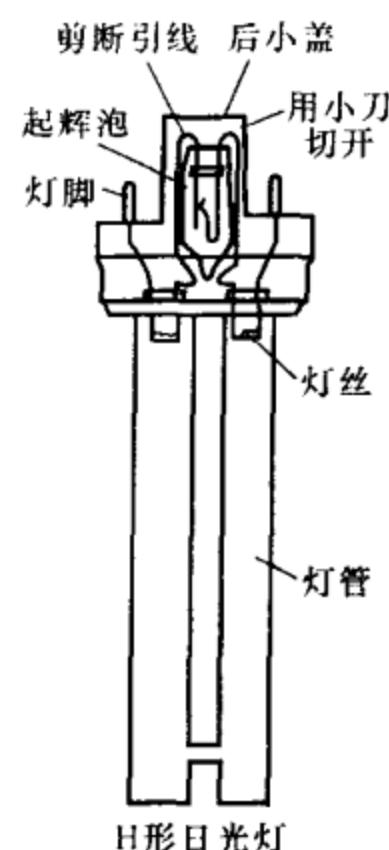

图 2-55 H 形日光灯示意图
(1) 如图 2-55 所示，在“用小刀切开”处的四周用小刀刻出刀痕，然后切开一长边，再用剪刀剪开第二边，其余两边即相应从刀痕处裂开。
(2) 按图 2-55 所示的“剪断引线”处留出约 2~3mm 引线后剪断。留下引线应尽可能长，便于焊接。
(3) 用万用表欧姆挡测量两段灯丝。如果测得通路，则故障确在起辉泡（如断路，说明灯丝已断无法修复，但起辉泡仍可使用，留下的2~3mm引线可利于焊接）。
(4) 新起辉泡可使用日光灯起辉器内的尖头型起辉泡，不用尺寸大的圆柱型，用万用表测量起辉泡两端，如无通路，说明起辉泡两引线未短接。然后将起辉泡焊上塞回原位。
(5) 将切开的后小盖用粘胶剂粘住，清除粘缝的凸出物，即可正常使用运行。